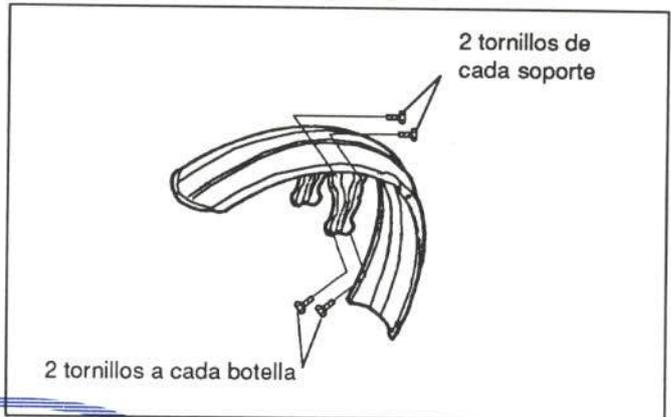

Figura 14.- Unión del guardabarros delantero
En la figura 14 se muestra su unión.
- Guardabarros delantero (figura 14)